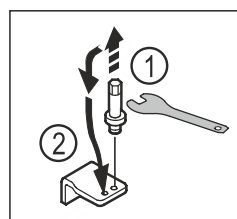

Fig. 21
- ▶ Desatornillar el perno del soporte del cojinete inferior con una llave Allen SW5. Fig. 21 (1)
- ▶ Insertar el perno en el lado opuesto. Fig. 21 (2)